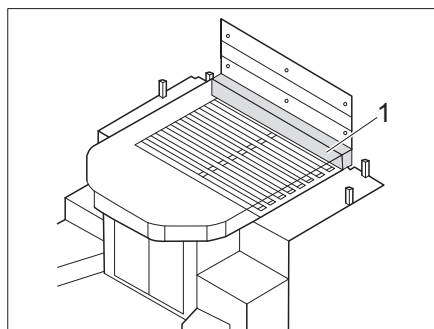

Fig. 182 Prolunga del letto - Variante 1
- Collocare il materasso aggiuntivo (Fig. 182,1) sulla testata del letto centrale.